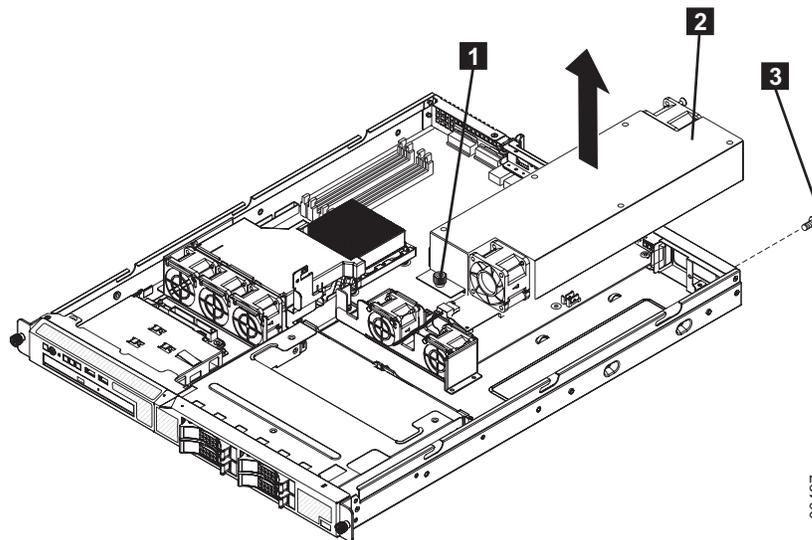

図 122. SAN ボリューム・コントローラー 2145-8A4 電源機構
10. 図 122 に示すように、電源機構をシャーシの背面に固定するねじ **3** を取り外します。